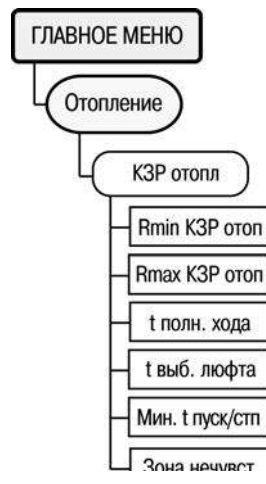

Рисунок 6.17
6.11.31 Для задания параметров КЗР теплообменника отопления слугит пункт меню **//Отопление/КЗР отопл.** (рисунок 6.17).